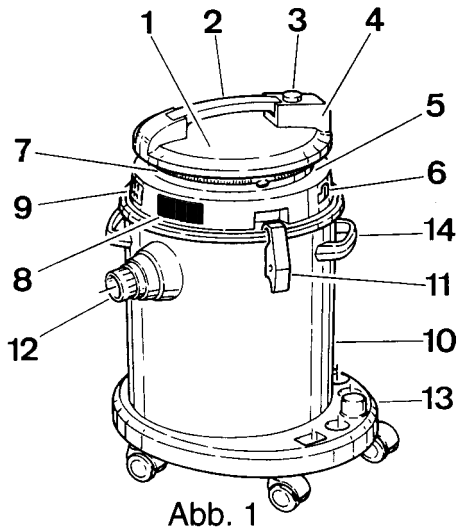

Abb. 1
- Saugrohr V 130 **(Bild 1)** mit dem Griffteil des Saugschlauches verbinden. Stellen Sie die gewünschte Länge (verstellbar von 0,5 - 1 mt. mittels Rasterverstellung am Saugrohr ein.
(Bild 1)